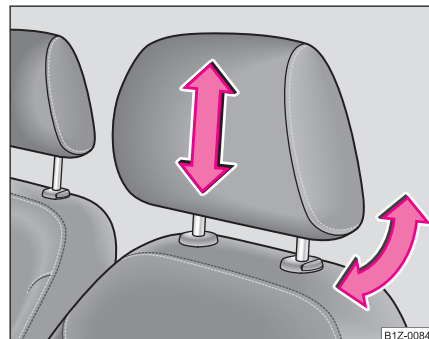

Fig. 63 Ajustar el reposacabezas
- Debe asir el reposacabezas por los lados con las dos manos y desplazarlo en el sentido de la flecha ⇒ fig. 63 hacia arriba o hacia abajo.
- Ud. también puede adaptar el reposacabezas a su cabeza ajustando la inclinación ⇒ fig. 63. Mediante la adaptación del reposacabezas aumenta el confort durante la marcha.